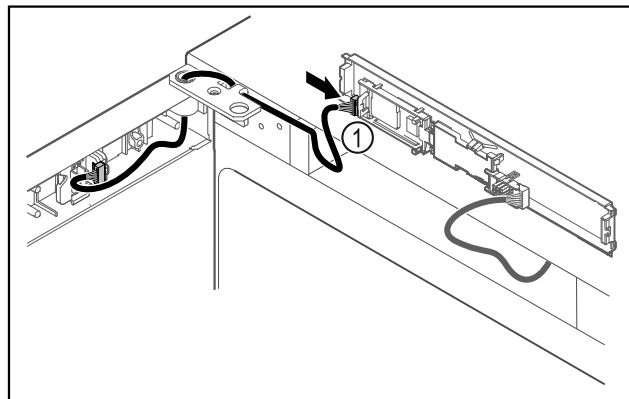

Fig. 50
- ▶ Включете щекера Fig. 50 (1) на платката.